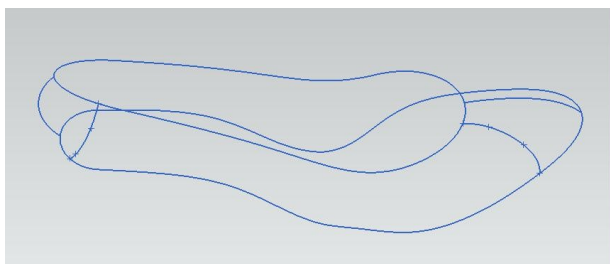

Рис.65
- Поверхности «**По сетке кривых**» можно построить и по большему количеству кривых (рис.65, 66).